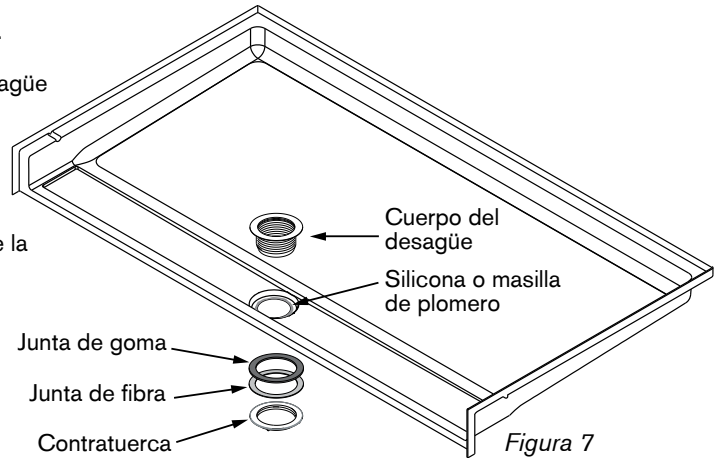

Figura 7
- 7 Aplique silicona o masilla de plomero alrededor del agujero de desagüe del plato de ducha solamente en el interior de la ducha. (Figura 7)